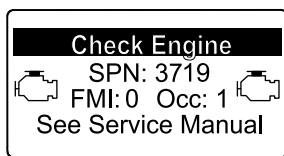

Figura 49
- Avvertenza motore SPN 3719, FMI 0 (Figura 49)